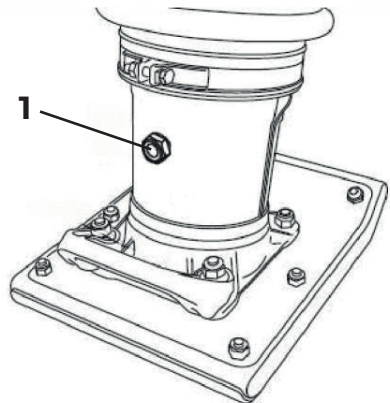

Рис. 6
2. На задней стороне рабочего цилиндра находится пробка 1 со смотровым отверстием для контроля уровня масла в рабочем цилиндре (Рис. 6). Уровень масла должен быть посередине смотрового отверстия.